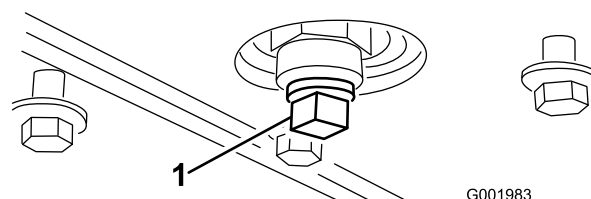

Figura 51
5. Retire o tampão de escoamento (Figura 51).